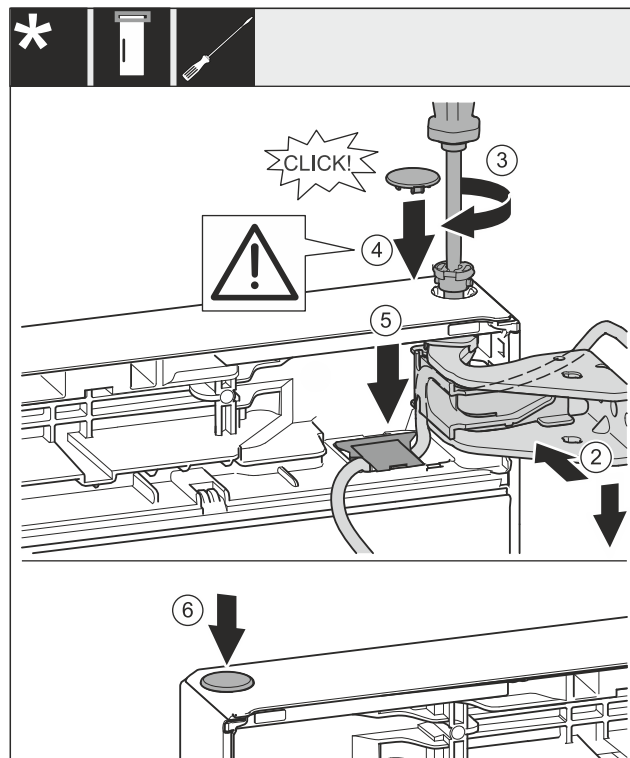

Fig. 31
- ▶ Indjuster døren foroven i forhold til åbningen i hængslet. Fig. 31 (2)
- ▶ Indsæt bolten, og skru den fast med en skruetrækker T15. Fig. 31 (3)
- ▶ Monter sikringsafdækningen til sikring af døren: Indsæt sikringsafdækningen, og kontrollér, om den hviler på døren. Ellers sættes bolten helt ind. Fig. 31 (4)
- ▶ Indsæt afdækningen, og tryk den ned, til den går i indgreb. Fig. 31 (5)
- ▶ Isæt proppen. Fig. 31 (6)